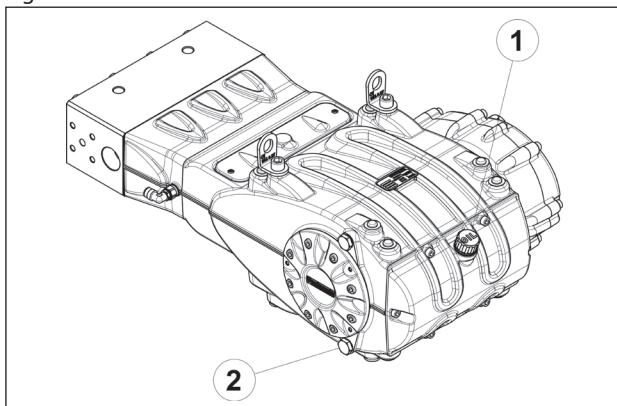

Fig. 1
Para retirar o óleo, é preciso remover a tampa de carga do óleo pos. ①, Fig. 1 e, em seguida, o tampão de descarga pos. ②, Fig. 1.